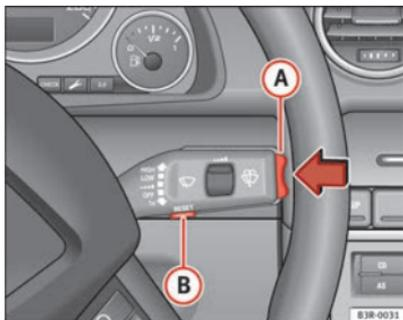

Fig. 60 Manípulo do limpa pára-brisas: Elementos de utilização do computador de bordo
Pressionando a tecla Reset (B) ⇒ Fig. 60 pode comutar-se entre as funções do computador de bordo 1 e 2.
Bastará pressionar brevemente o interruptor-selector de funções ou a tecla **(Reset)** ⇒ Fig. 60 para apagar o aviso sobre a duração da viagem.
- Pressione a zona superior ou inferior do comutador-selector de funções **A** ⇒ Fig. 60. Serão visualizadas uma após outra as funções do computador de bordo nos níveis de memória correspondentes.